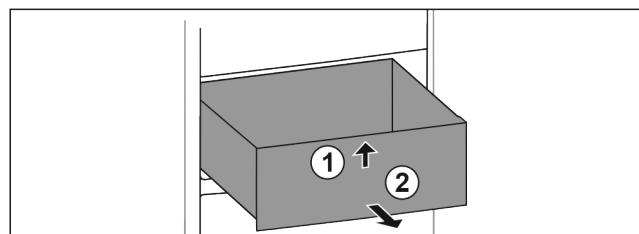

Fig. 112
- Soulever la partie avant du tiroir. *Fig. 112 (1)*.
- Retirer le tiroir par l'avant. *Fig. 112 (2)*